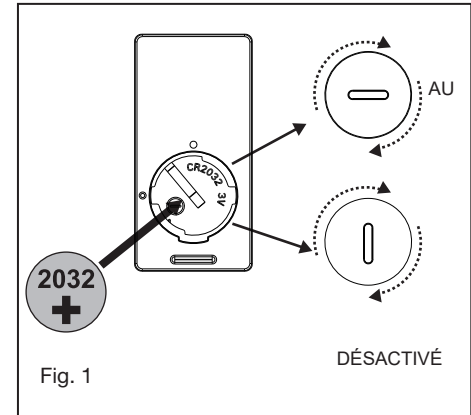

Fig. 1
- 3 Placez les trous de clé sur l'ensemble LED sur les 2 vis précédemment desserrées, tournez l'ensemble LED jusqu'à ce qu'il se verrouille en place dans la section étroite des trous de clé. Fixez en serrant les 2 vis précédemment desserrées et celle précédemment retirée. (Fig. 1)
- 1 Sélectionnez un emplacement souhaité. Utilisez la plaque murale pour marquer l'emplacement des trous de montage. Des chevilles murales en plastique ou des vis de montage sont nécessaires pour cette application. (Fig. 1)
Retirez le panneau de l'émetteur, puis installez une pile 2032 (incluse). Vous devez utiliser une pièce de monnaie pour ouvrir ou fermer le couvercle de la batterie. Pour éviter d'endommager l'émetteur, retirez la batterie si vous ne l'utilisez pas pendant de longues périodes (Fig. 1)